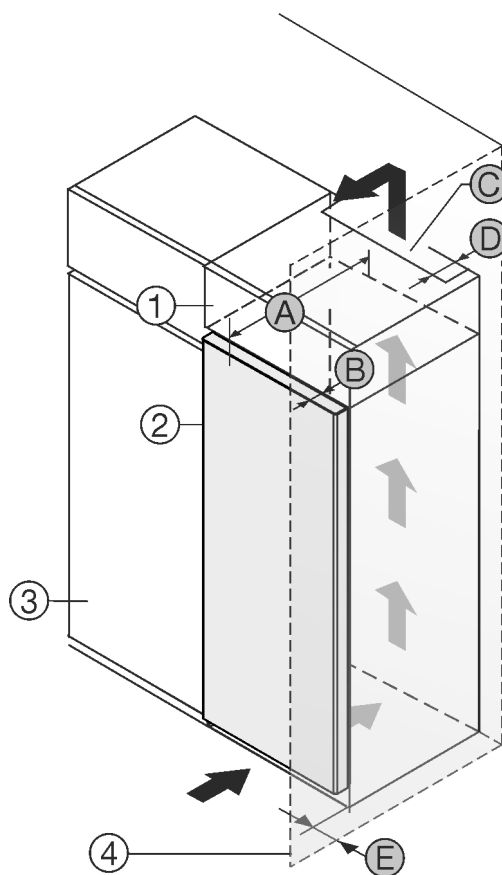

Fig. 1
Instaloni pajisjen direkt ngjitur me dollapin e kuzhinës Fig. 1 (3).
Në faqen e pasme të dollapit së montimit duhet të ketë një hapësirë ajrimi me thellësi Fig. 1 (D) në të gjithë gjerësinë e dollapit të montimit.
Nën mbulesën e hapësirës duhet respektuar seksioni tërthor i qarkullimit të ajrit Fig. 1 (C).
Nëse pajisja me mentesha do të instalohet pranë një muri Fig. 1 (4), duhet që distanca midis pajisjes dhe murit të jetë të paktën 13 mm.
Nëse pajisja me mentesha do të instalohet pranë një muri Fig. 1 (4), duhet që distanca midis pajisjes dhe murit të jetë të paktën 20 mm.
Në mënyrë që dyert të mund të hapen plotësisht, duhet që pajisja të dalë jashtë përpara kanatit të dollapit të kuzhinës sa thellësia e derës Fig. 1 (B). Në varësi nga thellësia e dollapit të kuzhinës Fig. 1 (3) dhe përdorimi i ruajtësve të distancës nga muri, pajisja mund të dalë më tej jashtë dollapit.